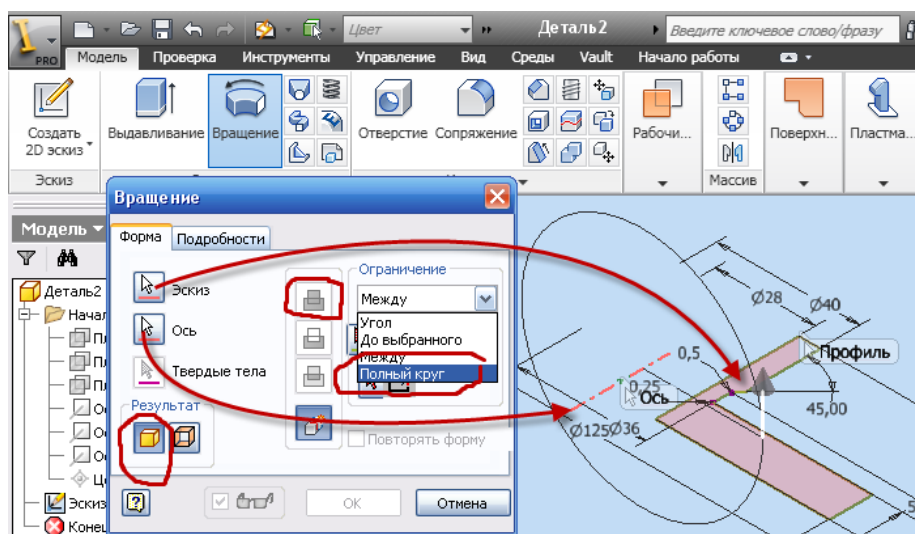

Рис. 3.9. Диалоговое окно **Вращение**
- Выберите команду  **Вращение** из инструментальной палитры, открывается диалоговое окно (рис. 3.9).